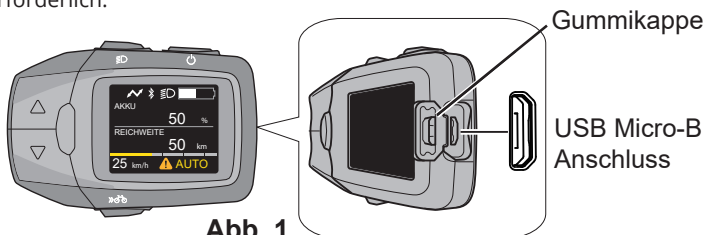

Abb. 1
- 1) Öffnen Sie die Abdeckung des USB Micro-B-Anschlusses am Bedienfeld. **(Abb. 1)**